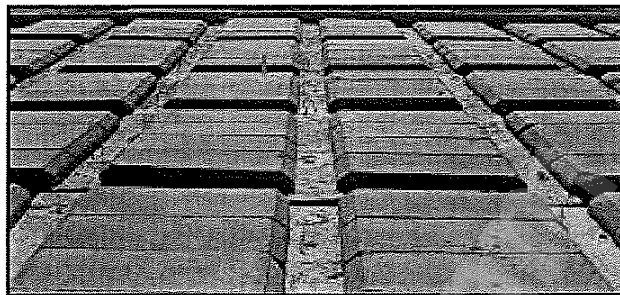

FIGUUR 6.2
- 6.2 FIGUUR 6.2 hieronder toon komponente wat in wapening gebruik word.